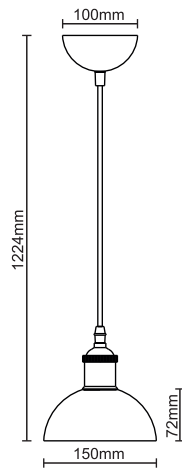

Рис.1. PL-601S
- Размер изделия: см. рис. 1, 2